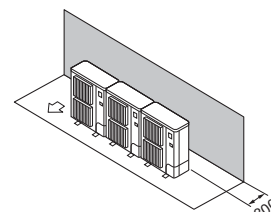

Fig. 3-11
- ① Obstacles uniquement à l'arrière (Fig. 3-11)